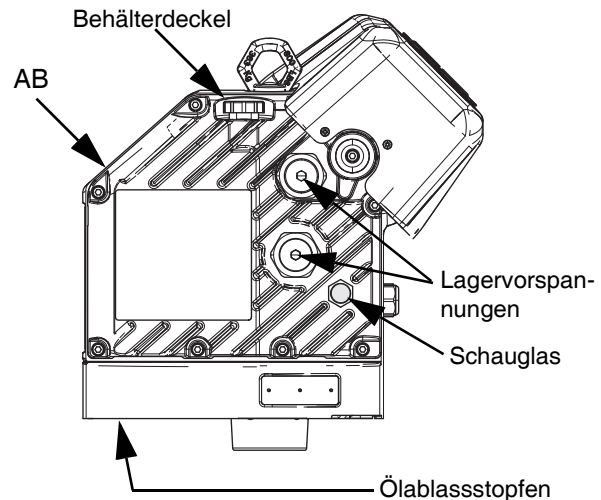

ABB. 32: : Schauglas und Öfülldeckel
3. Den Ölablassstopfen entfernen. Die Lage des Ablassstopfens finden Sie in **ABB. 32**. Das Öl vollständig aus dem Antrieb (AB) ablassen.
Siehe **ABB. 32** unten. Den Ölstand im Schauglas regelmäßig kontrollieren. Wenn sich der Antrieb (AB) im Stillstand befindet, sollte sich der Pegel etwa auf halber Höhe des Schauglases befinden. Falls der Ölstand zu niedrig ist, den Fülldeckel öffnen und silikonfreies Synthetikgetriebeöl der Marke Graco, Teile-Nr. 16W645 ISO 220 einfüllen.